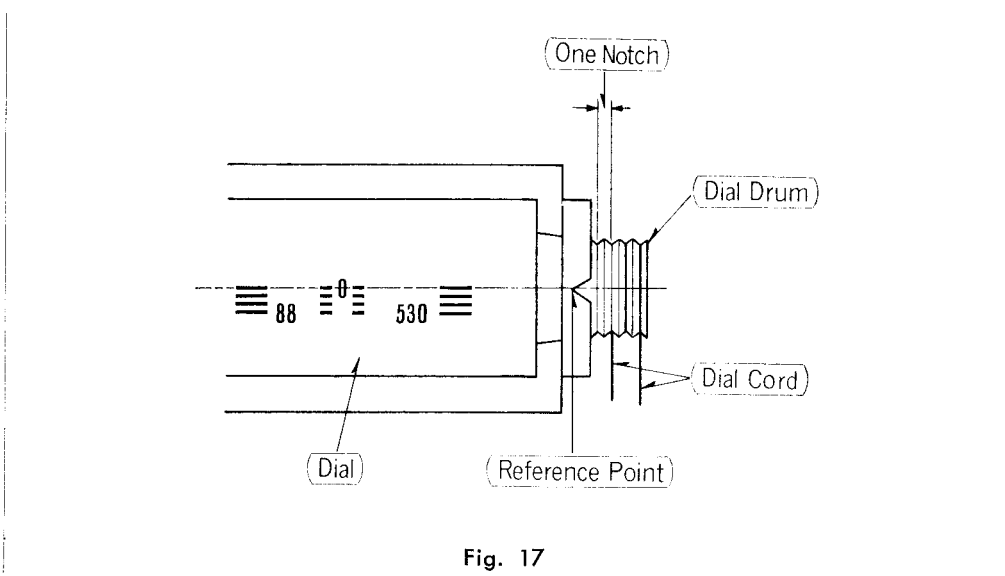

Fig. 17
3. After threading on dial drum, one notch should be left, as shown in fig. 17.
4. After threading and at the maximum capacitance position of the variable capacitor, align the "start point", (-0-) on dial scale, and the reference point in a straight line, as shown in fig. 17.
3. Luego de haber enhebrado el huso del cuadrante, deberá quedar libre una entalladura, como se muestra en la fig. 17.
4. Una vez acabado de enhebrar y con la resistencia variable a su máximo de capacitancia, alinear el “punto de partida” (-0-) sobre la escala del cuadrante y el punto de referencia en una única línea recta, como se muestra en la fig. 17.
3. Après que le câble a été installé sur le tambour, il doit rester une gorge vide, comme indiqué à fig. 17.
4. Après avoir installé le câble et mis le condensateur variable à sa position de capacitance maximum, aligner le “point d'origine” (-0-) de la graduation du cadran et le point de référence sur une même ligne droite, comme indiqué à fig. 17.
3. Nachdem die Skalatrommel eingelegt worden ist, muß sich eine Einkerbung links befinden, wie es in Abb. 17 gezeigt wird.
4. Nach dem Einlegen des Kabels und der Trommel, und wenn sich der Drehkondensator in der Stellung der maximalen Kapazität befindet, bringen Sie bitte den “Anfangspunkt” (-0-) auf der Skala und den Bezugspunkt in eine gerade Linie, wie es in Abb. 17 gezeigt wird.